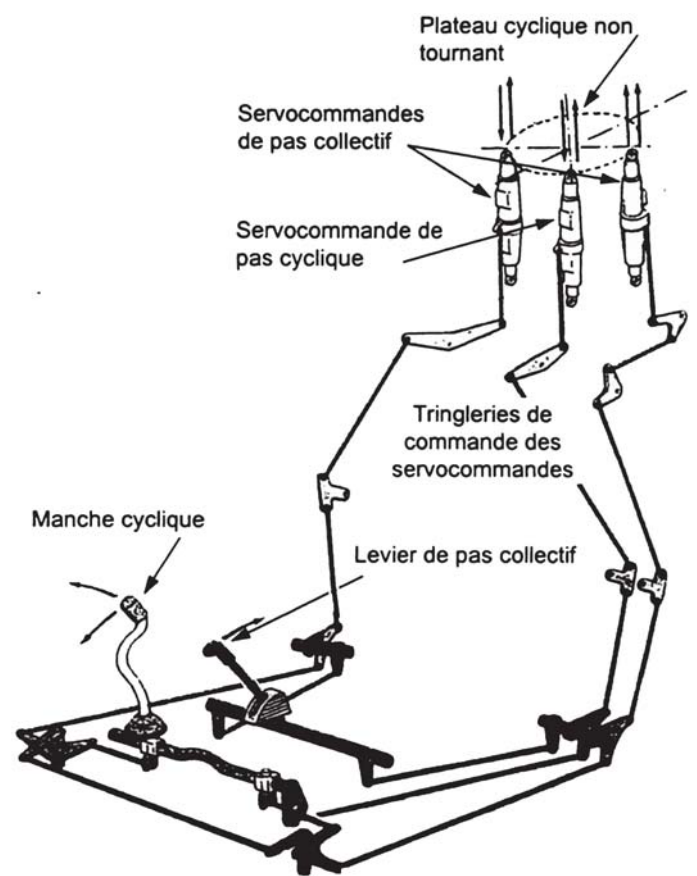

FIGURE 8 – Tringlerie de commande
Notre étude se limite à l'actionneur de pas cyclique (3) qui assure l'inclinaison du plateau fixe. Il s'agit d'un système d'asservissement en position à entrée mécanique. Le pilote agit sur le manche de commande du pas cyclique (figure 8), l'inclinaison du levier est transmise à la servo-commande de pas cyclique, grâce à la tringlerie.